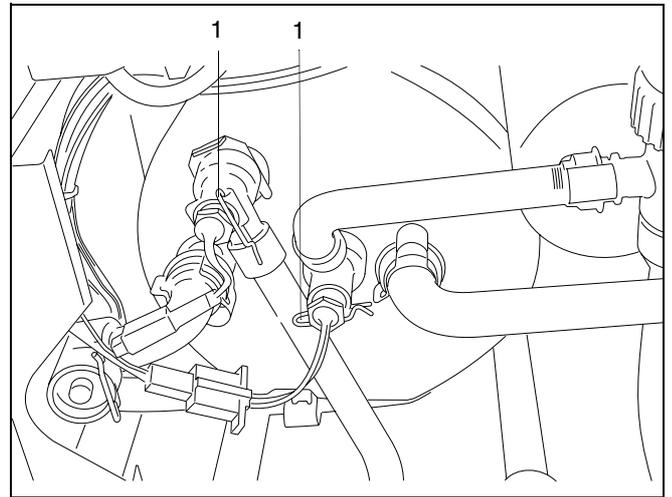

Abb. 41 Speicher- und Auslaufftemperatursensorendemontieren
- Sicherheitsklammern (Abb. 41, Pos. 1) abziehen.